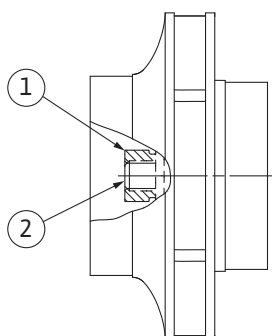

Fig. 106: Prawidłowe położenie nakrętki wirnika po montażu
8. Przytrzymać wał kluczem płaskim (rozmiar 22 mm) i dokręcić nakrętkę wirnika z zachowaniem zalecanego momentu dokręcenia (patrz tabela „Momenty dokręcenia [► 398]”). Nakrętka (Fig. 106, poz. 1) musi znajdować się równo z końcem wału (Fig. 106, poz. 2), dopuszczalna odchyłka $\pm 0,5$ mm. Jeżeli tak się nie dzieje, należy odkręcić nakrętkę i powtórzyć czynności 4 ... 8.